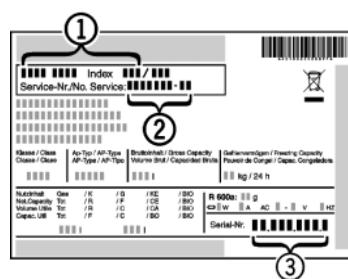

Fig. 14
- Назва пристрою Fig. 14 (1), сервісний номер Fig. 14 (2) та серійний номер Fig. 14 (3) вказані на табличці типів. Таблиця типів знаходитьться всередині пристрою, зліва.
- Повідомте сервісну службу про характер неполадки, назву пристрою Fig. 14 (1), сервісний номер Fig. 14 (2) та серійний номер Fig. 14 (3).